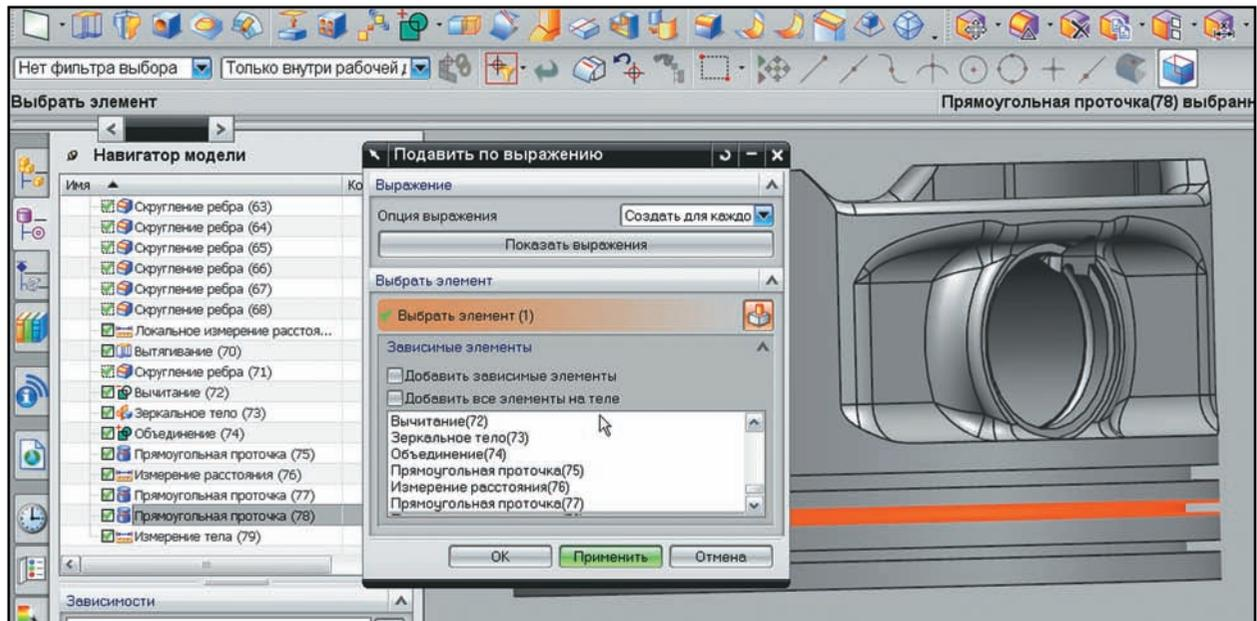

Рисунок 10.48 Подавление элемента
- Выбрав пункт меню **Изменить > Элементы > Подавление по выражению** создайте переменную, управляющую состоянием подавления элемента **Прямоугольная проточка** (рис. 10.48).